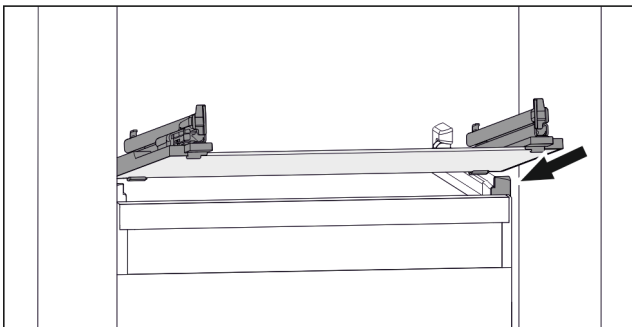

Fig. 110 Beispielhafte Darstellung der Glasplatte
- ▶ Glasplatte schräg hinter den Stopperrahmen aufsetzen. (siehe Fig. 110)